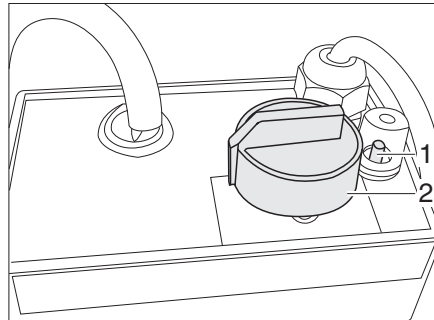

Fig. 301 Régulateur du chauffage électrique du plancher/du lit
- Tourner le bouton tournant (Fig. 301,2) sur le niveau de chauffage souhaité.
- Tourner le bouton tournant (Fig. 301,2) sur « 0 ».
Quand le régulateur est surchargé, la protection contre les surcharges se déclenche. La tige (Fig. 301,1) ressort.
- Enfoncer la tige (Fig. 301,1) de la protection contre les surcharges une fois le régulateur refroidi.